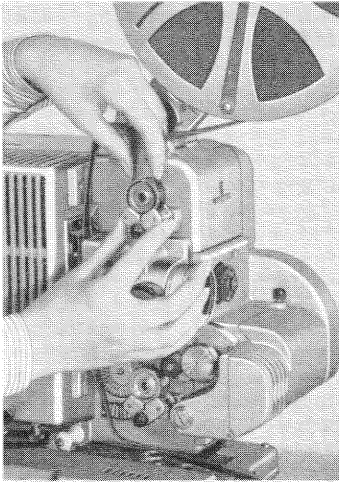

Bild 21
5. Film unter der oberen Zahntrommel mit den Zähnen in Eingriff bringen und Andruckrollen anlegen (Bild 21).